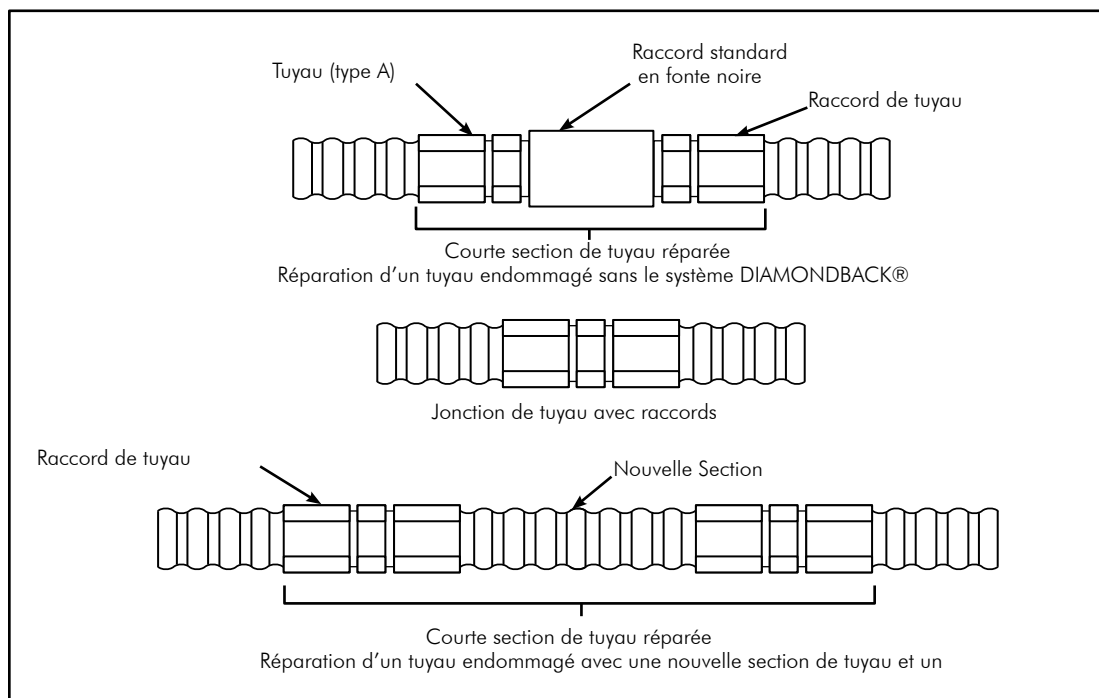

FIG. 5-1 Réparation de tuyaux à une installation existante
Les tuyaux endommagés doivent être réparés conformément au présent guide de conception et au manuel d'installation. La réparation peut exiger une jonction (comme le montre la FIG. 5-1) qui peut être située dans un endroit dissimulé.
1. Retirez la section de tuyau endommagée et reconnectez les nouvelles extrémités à l'aide d'un seul raccord mécanique. Utilisez cette méthode de réparation si la section endommagée est petite et qu'il y a suffisamment de jeu dans la longueur pour compenser la section endommagée retirée. (FIG. 5-1)